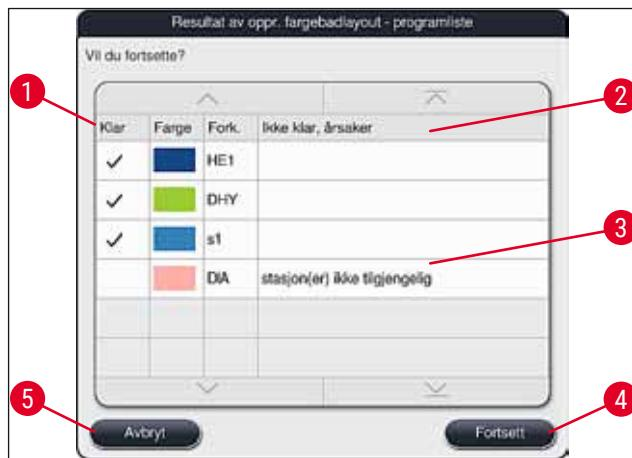

Fig. 51
- Hvis det er valgt flere programmer enn det er mulig å integrere i fargebadlayouten, informeres brukeren om dette gjennom visningen **Resultat for opprettning av fargebadlayout** (→ "Fig. 51"). Programmer som er integrert, merkes av i kolonnen **Klar** (→ "Fig. 51-1").